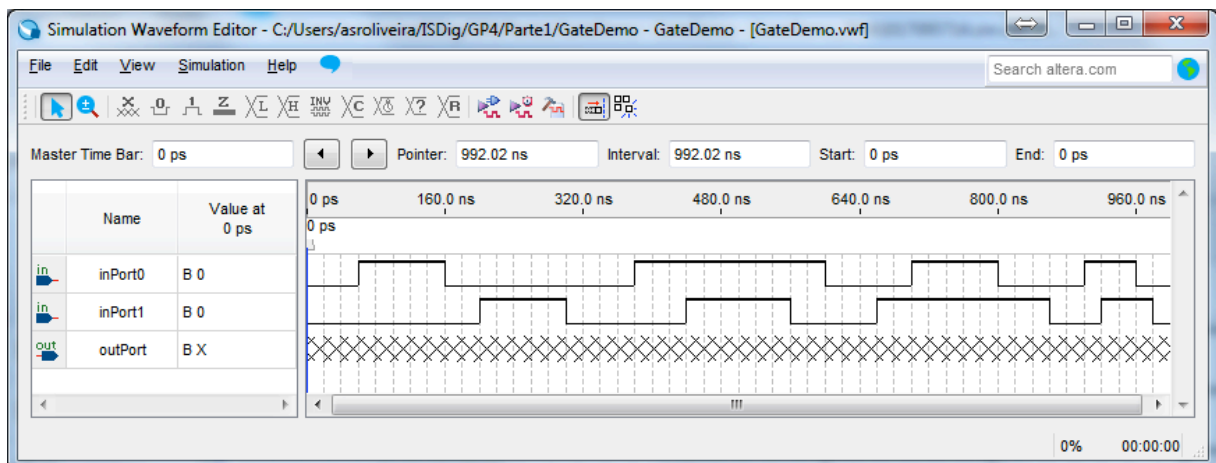

Figura 19 – Janela do simulador após a especificação das formas de onda dos sinais (vetores) de entrada.
12. Após premir “OK” poderá especificar os valores pretendidos para as entradas do circuito ao longo do tempo – o(s) valor(es) da(s) saída(s) será(ão) determinado(s) durante a simulação. Utilize para tal o rato, selecionando os troços do diagrama temporal do sinal pretendido com o valor lógico que deseja que ele assuma (Figura 19).